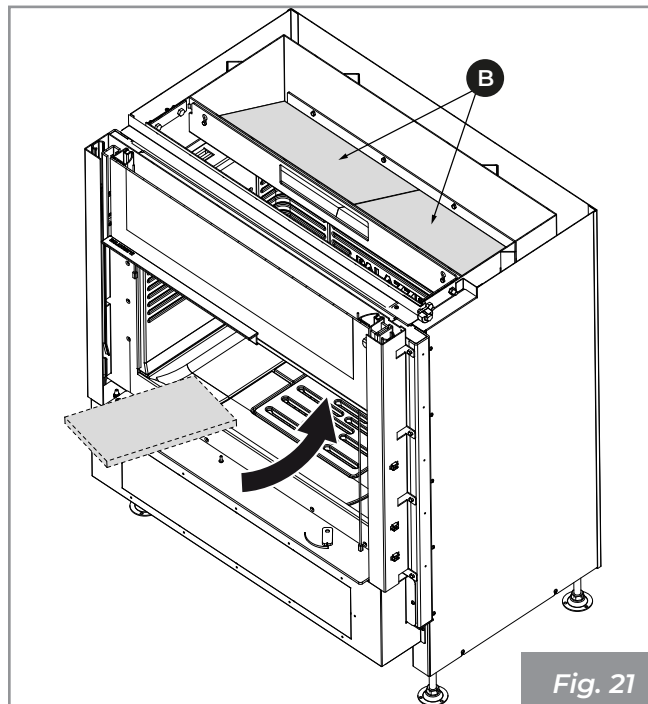

Fig. 21
6) Por último, vuelva a colocar los deflectores (B) (Fig. 21).